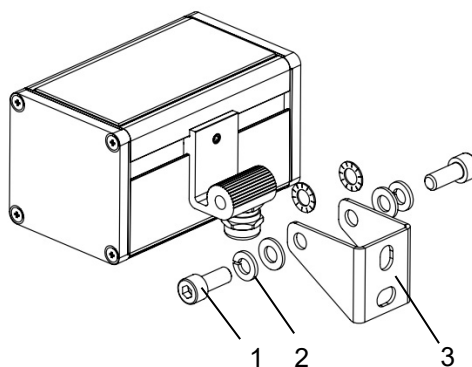

Рис. 2
- 1.3 Закрепите при помощи винтов поз.1 и шайб поз.2 кронштейн крепления на боковой поверхности светильника. Затяните винты крепления (рис.2).